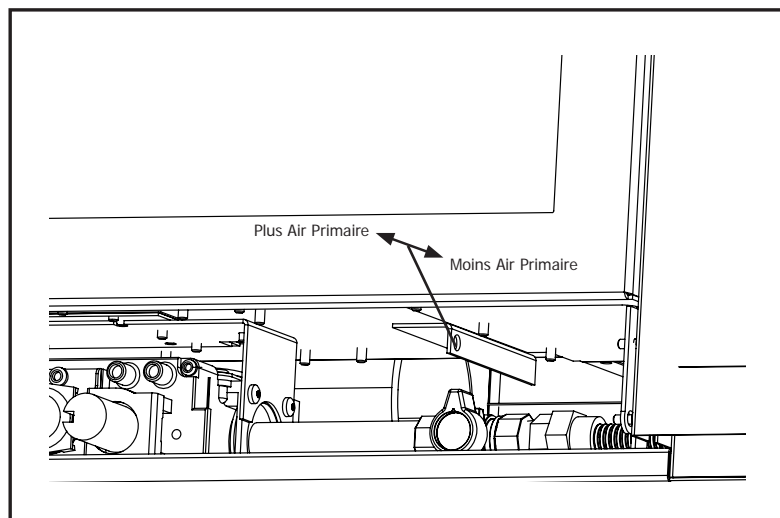

Figure 4. Le volet d'air de levier de réglage.
Le levier de réglage de l'obturateur d'air est sur le côté droit de la boîte de venturi (voir Figure 4).
Installez les quatre (4) piles AA dans le compartiment à piles de la IFC. Notez la polarité de la pile et l'introduire dans le compartiment de batterie comme il est indiqué sur le corps du porte-pile. Appuyez sur le bouton de réinitialisation sur la IFC marqué «SW1» (voir Figure 4).